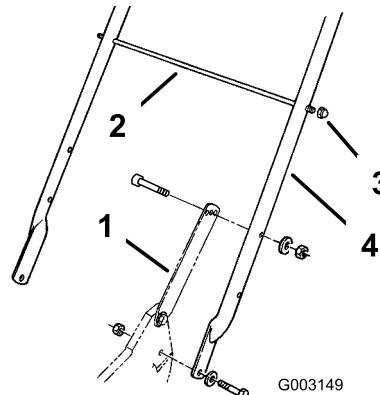

Figura 3
(5/16 x 1-1/4 pulgadas), arandelas y contratuerca finas (5/16 pulgada) (Figura 3).
2. Fije los cierres del manillar al manillar con dos pernos (5/16 x 1-1/2 pulgadas), arandelas, y contratuercas (5/16 pulgada) (Figura 3).
3. Deslice la varilla de soporte de la bolsa por el segundo (desde arriba) taladro de montaje de cada lado del manillar y fije cada extremo con una contratuerca de caperuza (Figura 3).